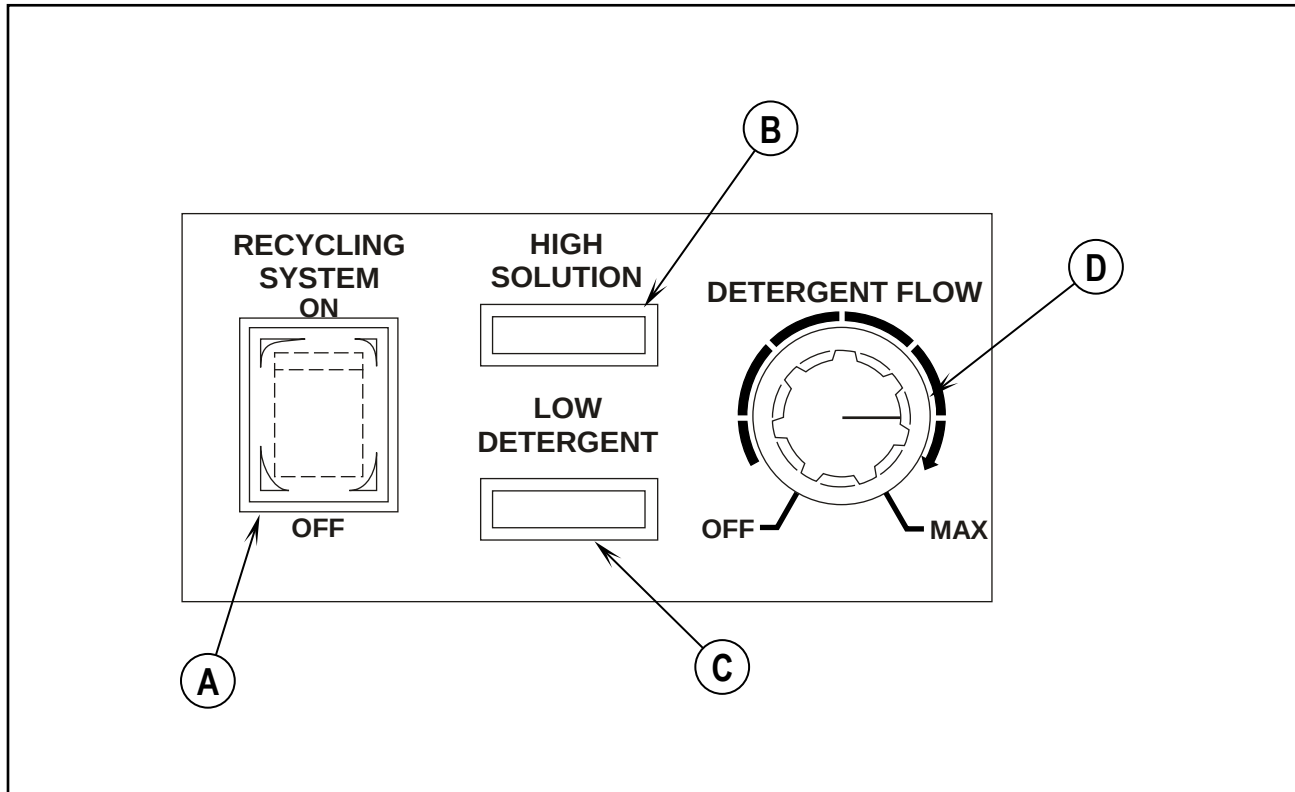

FIGURA 11
Consulte la figura 11. El interruptor de encendido/apagado del sistema de reciclaje ESP (A) enciende y apaga el sistema de reciclaje ESP.